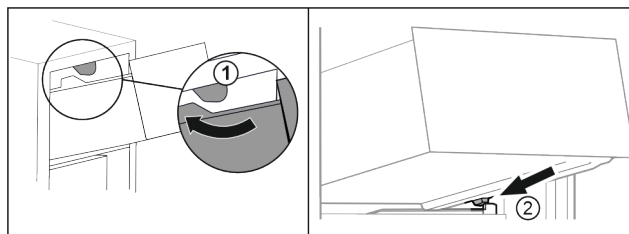

Fig. 27
- ▶ Vedte zásuvku podél horních zarážek. Fig. 27 (1)
- ▶ Nasaďte zásuvku šikmo za dolní zarážky na žebrování na nádoby. Fig. 27 (2)